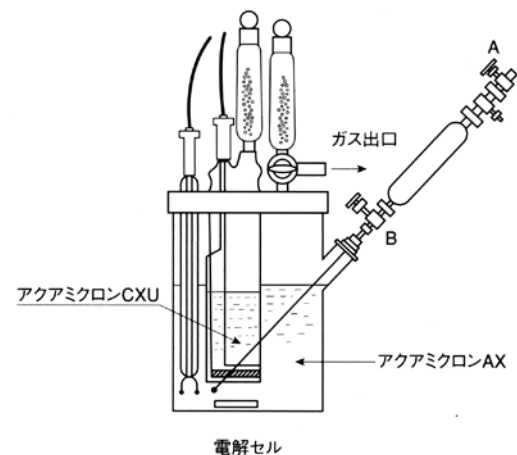

図23：試料注入操作（電量滴定法の場合）
- ① あらかじめ電解セル（又は滴定フラスコ）に、陽極液（又は一般用脱水溶剤）150ml（100ml）を入れ、電量滴定（又はカールフィッシャー試薬SS-Z）により無水状態にします。
- ② 電解セル（滴定フラスコ）の側栓から、図23のように試料採取器の注射針が電解セル（滴定フラスコ）の底まで届くように差し込みます。